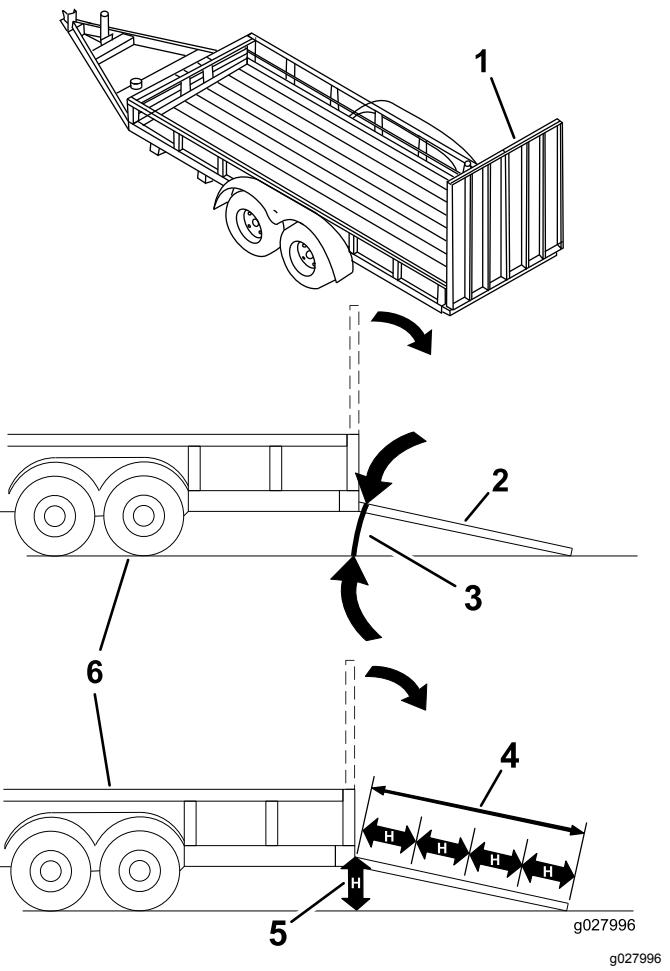

Bild 44
Beim Verladen einer Maschine auf einen Anhänger oder Pritschenwagen erhöht sich die Gefahr, dass die Maschine umkippt und schwere oder tödliche Verletzungen verursacht (Bild 44).
3. Senken Sie die Rampe ab und stellen Sie sicher, dass der Winkel zwischen der Rampe und dem Boden höchstens 15 Grad beträgt (Bild 44).
1. Senken Sie die Rampe ab und stellen Sie sicher, dass der Winkel zwischen der Rampe und dem Boden höchstens 15 Grad beträgt (Bild 44).